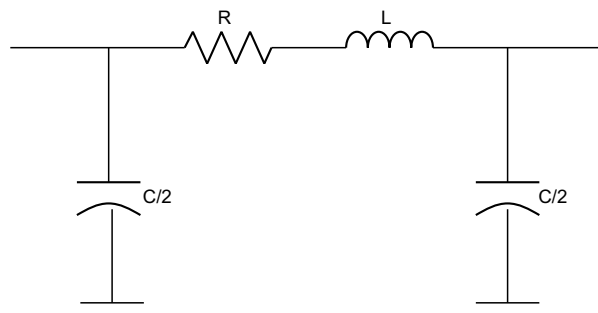

Figura 2: Modelo π de Linha de Transmissão
- Parâmetros das Linhas de Transmissão, de acordo com o modelo da Figura 2: $R = 0,182\Omega/km$, $L = 2,28mH/km$ e $C = 0,0140\mu F/km$.